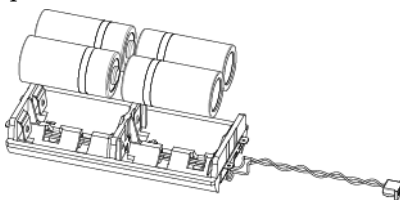

Figura 11
- Insertar la nueva batería teniendo en cuenta la polaridad (ver la Figura 11).